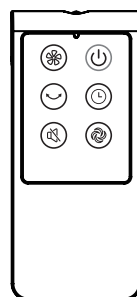

Рис. 10
I. Пульт дистанционного управления (Рис.10).